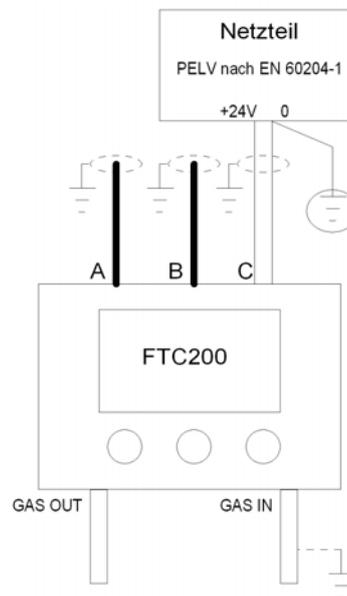

Abbildung 3.3 Erdungsanschlüsse
Für die elektrische Installation von Maschinen ist nach EN 60204-1 festgelegt, dass der versorgende PELV-Stromkreis an einem Punkt mit der Schutzerde (PE) zu verbinden ist. Wie in Abbildung. 3.3 dargestellt, darf nur der Masseleiter mit PE verbunden sein. Die Kabelschirmungen der Kabel A, B, C sind auf der Funktionserde zu verbinden. Je nach örtlicher Gegebenheit sind auch die Gasanschlüsse zu erden.